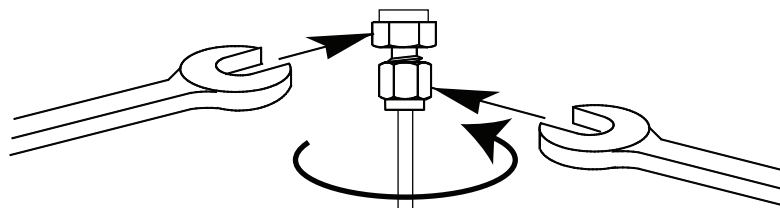

Abbildung 17. Endgültiges Anziehen
- 7 Verwenden Sie für 1/8-Zoll-Swagelok-Fittings zwei Gabelschlüssel, um das Fitting mit einer 3/4-Drehung anzuziehen. Siehe Abbildung 17.